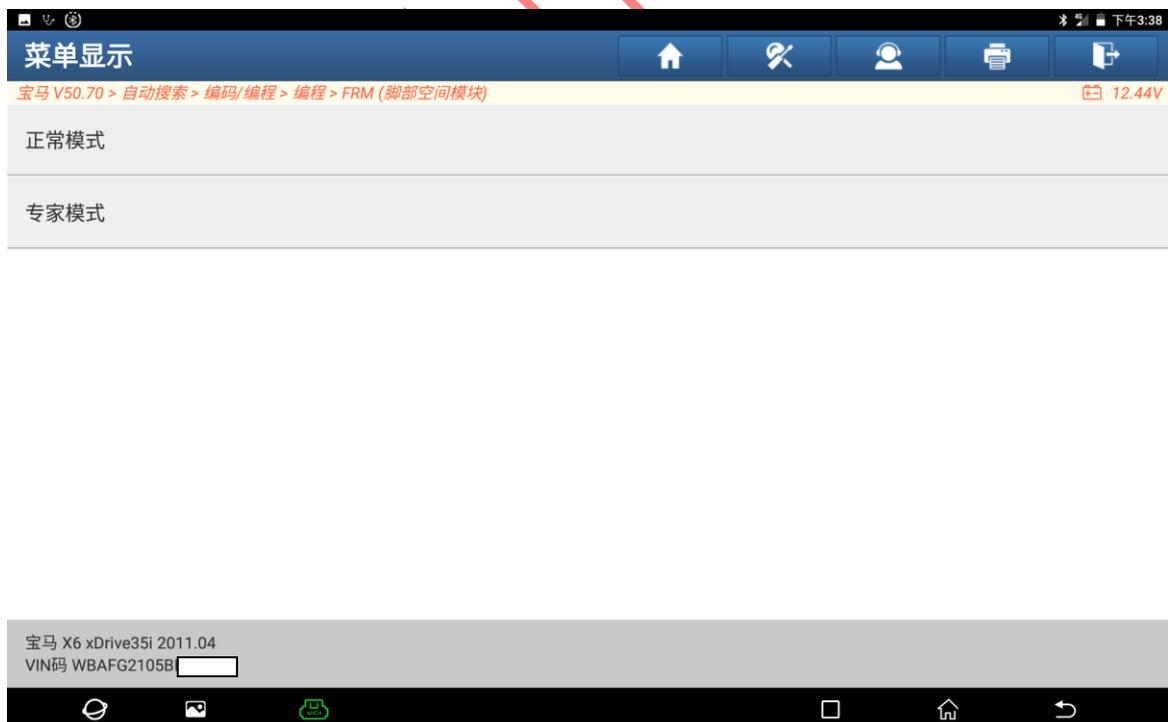

图 10
10. 选择【正常模式】进入如图 10:
14. 准备编程，保持车辆电压稳定，关闭点火开关 10 秒后打开点火开关选择“确定”进入如图 10: